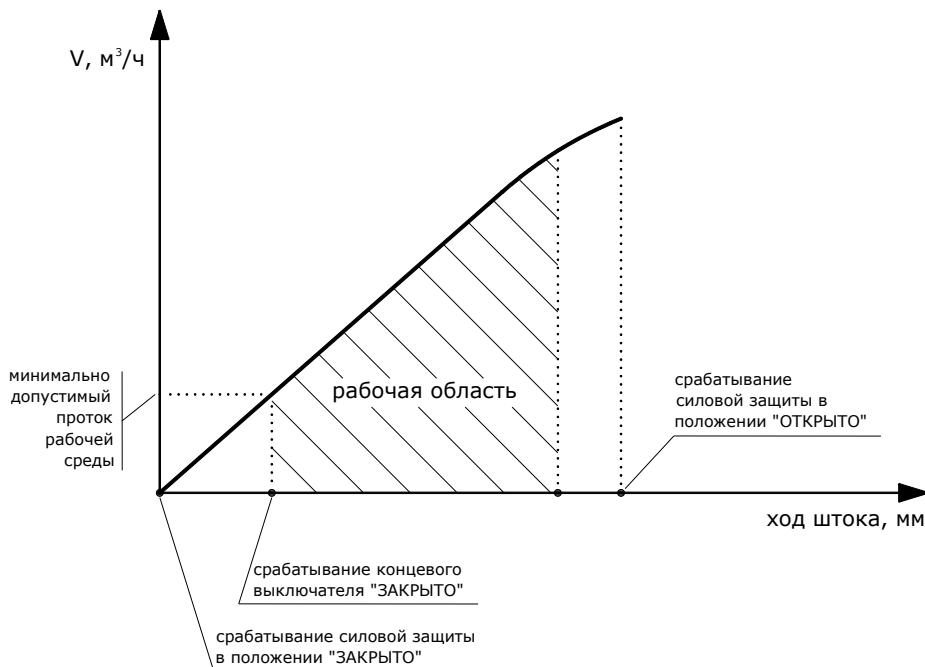

Рис. 6.3
График, иллюстрирующий срабатывание силовой защиты и концевого выключателя при работе клапана с установленным минимально допустимым протоком рабочей среды (для системы отопления), приведен на рис. 6.3.
1. В автоматическом режиме установить шток в положение, обеспечивающее минимально допустимый проток рабочей среды (см. рис. 6.3).